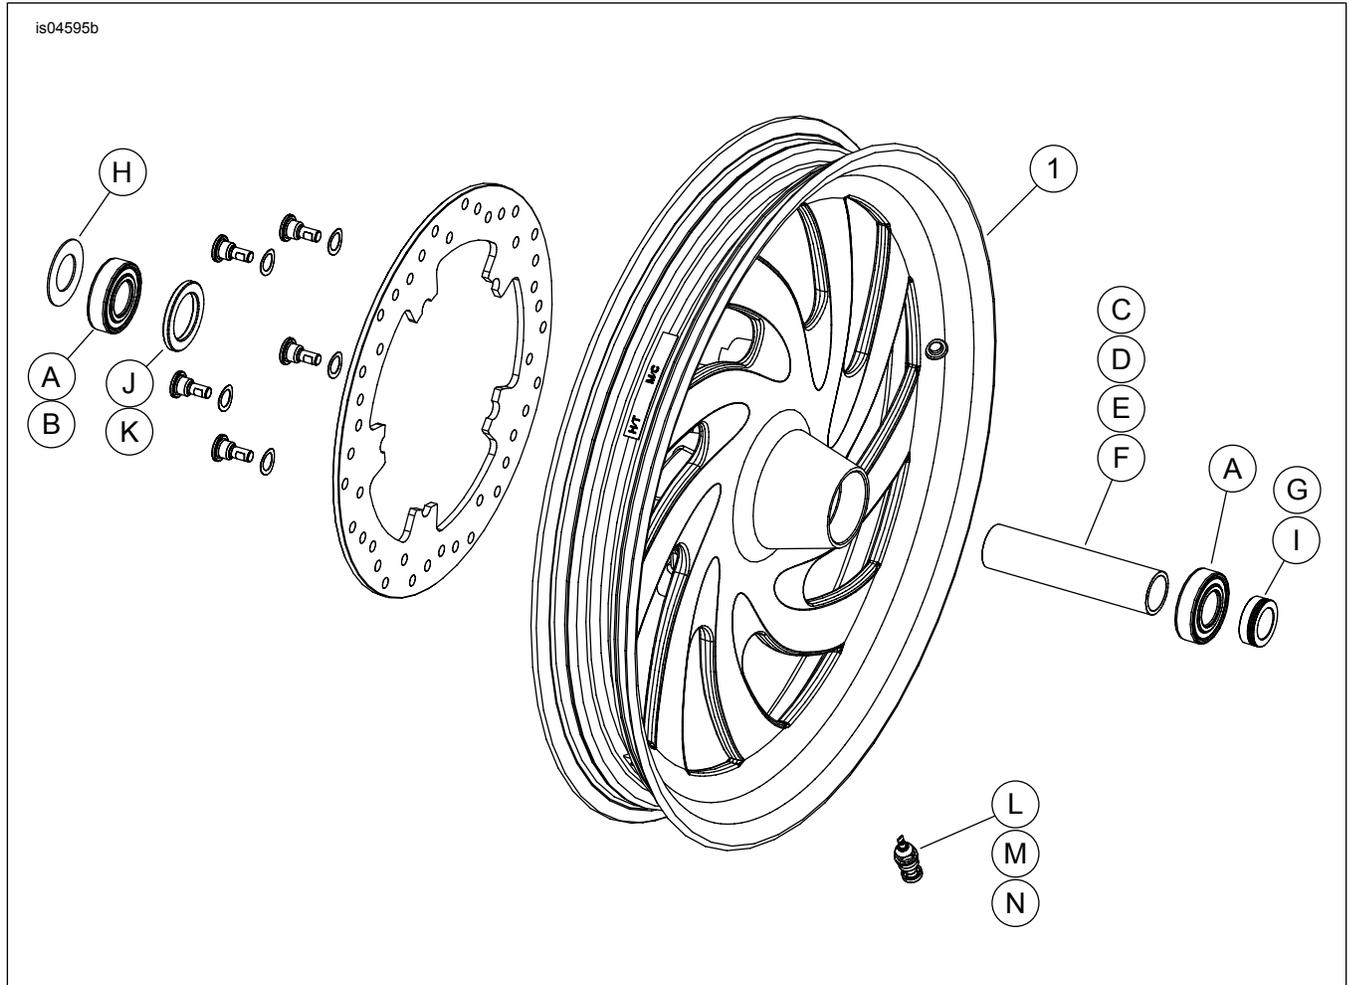

Abbildung 2. Ersatzteile: „Typhoon“-Vorderscheibenrad (19-Zoll-Rad abgebildet)
2. Siehe Abbildung 2. Die Ventilschaft-Baugruppe (M) am Rad anbringen. Siehe REIFEN im Werkstatthandbuch.